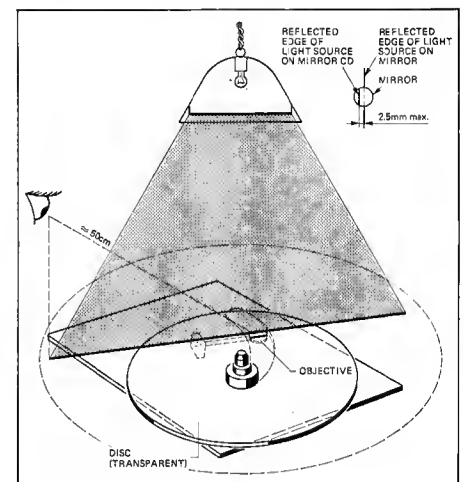

Fig. 4.18
- Den Laser- Abtastarm in Mittelstellung bringen und das Laufwerk so drehen, dass der Arm parallel zur Licht- quelle steht (siehe Fig. 4.18).
- Beim Betrachten der beiden Reflexionen der Lichtquelle in der Glas - CD und im Spiegel auf dem Abtaster (wie in Fig. 4.18) darf deren seitlicher Versatz nicht mehr als 2,5mm betragen.